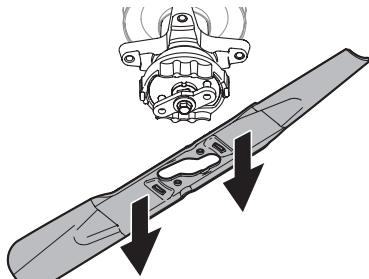

Figure 45
5. Lorsque le trou au centre de la lame s'aligne avec le support de retenue, tirez sur la lame. Voir Figure 45.